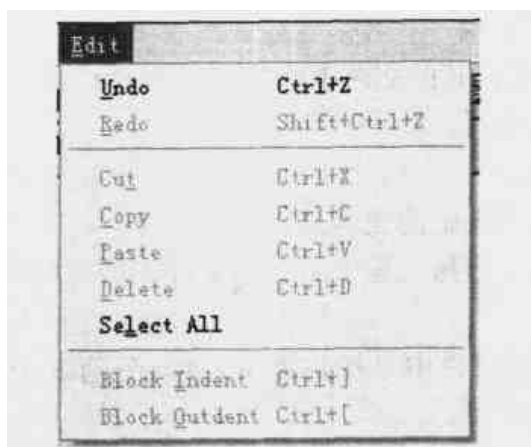

图 3.11 编辑菜单
3. **Edit Menu** 编辑菜单，如图 3.11 所示。